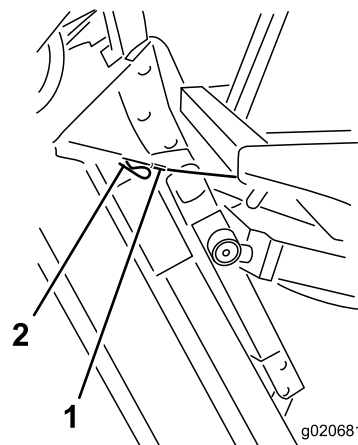

Figure 83
6. Tout en maintenant le plateau à la verticale, placez l'extrémité du câble sur l'axe du bras de levage et fixez-le en position à l'aide de la goupille fendue (Figure 83).